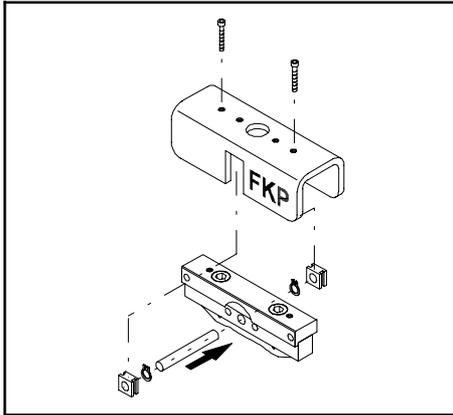

Bild 10a/Fig. 10a
- Befestigen Sie den Mitnehmer FKP-... in **Abweichung** zur Bedienungsanleitung des Linearantriebs nach Bild 10a/b:
- fasten the FKP-... driver as shown in Fig. 10a/b and **not as stated** in the operating instructions for the linear drive: